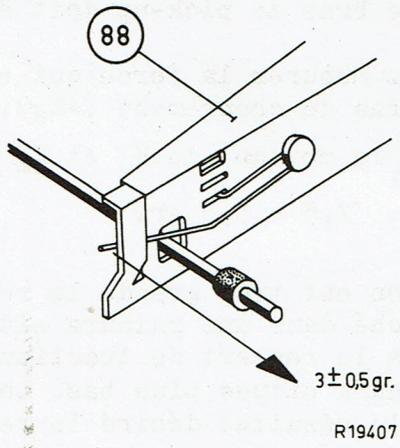

Fig.15
1. La friction entre le ressort de torsion et la barre (voir fig. 15) doit être comprise entre 2,5 et 3,5 gr. Ceci est mesuré comme suit: